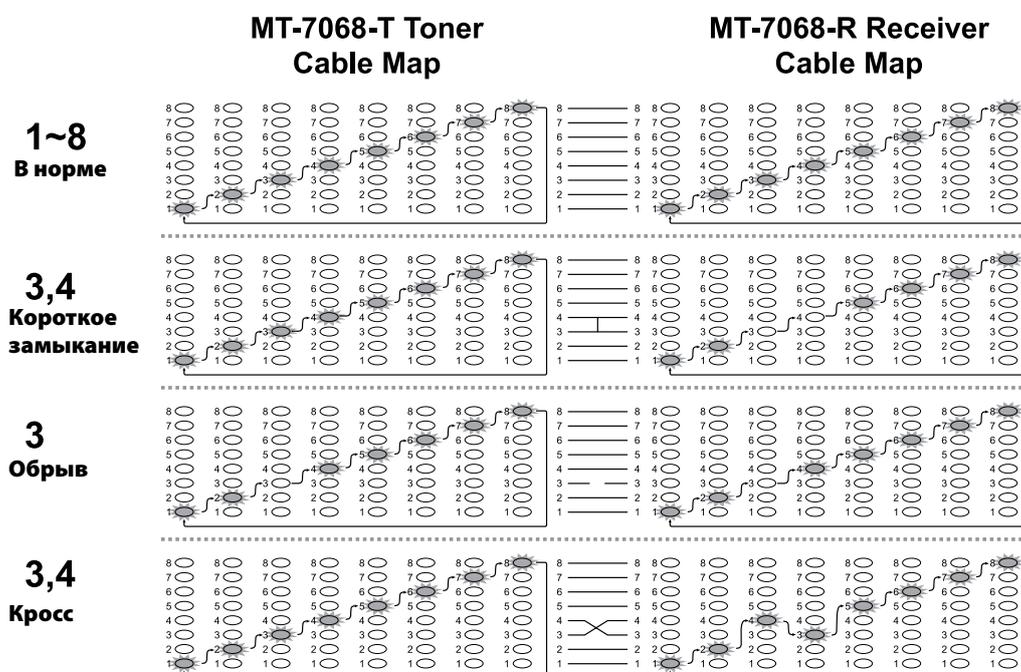

Рис. 7. Примеры возможной индикации при проверке кабеля
4. Вы можете использовать тоновый генератор и пробник из комплекта MT-7068 для проверки таблицы соединений для кабелей с соединителями типов RJ-11 и RJ-45. Проверка таблицы соединений поможет вам обнаружить большинство обычных состояний — правильное подключение, короткое замыкание, обрывы и кроссы пар, как это показано на рис. 7.
5. Каждый светодиод, который индицирует начало проверки провода, сначала дает короткую вспышку, она должна длиться примерно 1 секунду. Возможные варианты индикации при проверке кабеля RJ-45 (8P/8C) приведены ниже (см. рис. 7).